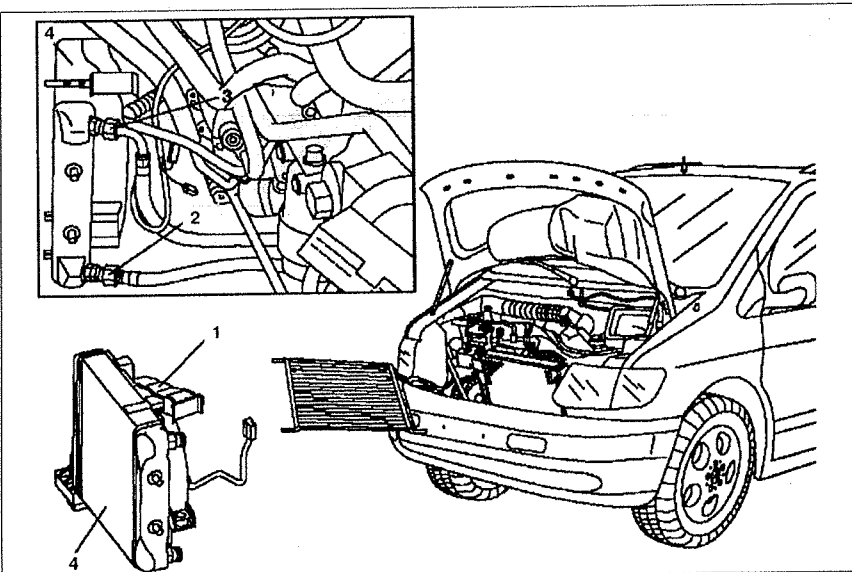

Рис. 6.71. Масляный радиатор АКПП (автомобили с двигателем 104.900): 1. Вентилятор, 2, 3. Гайки, 4. Масляный радиатор АКПП.
1. Снимите вентилятор 1 масляного радиатора (см.рис.6.71).